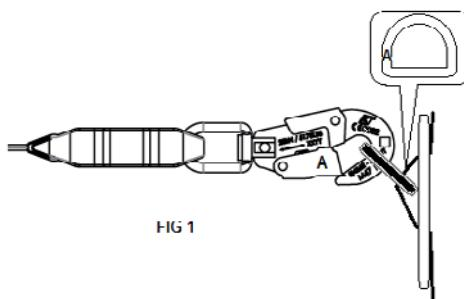

FIG 1
5. Vajern är ansluten till säkerhetsselens D-ring på ryggen med hjälp av en permanent automatisk kopplingsanordning (M47) enligt EN 362:2004 (fig.1). Det är förbjudet att använda en förlängning mellan säkerhetsselens D-ring och blocfor. blocfor™ 1.8 kan anslutas till förankringspunkten på fram- och bakstycket.